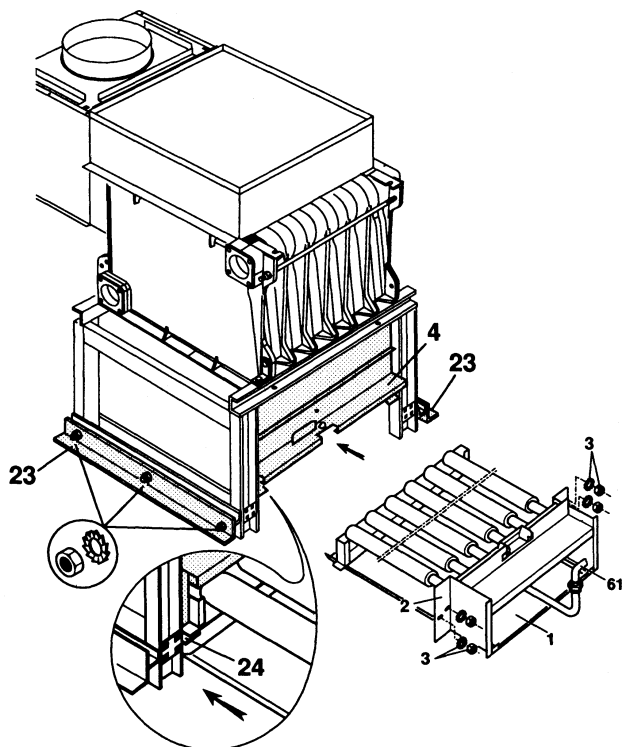
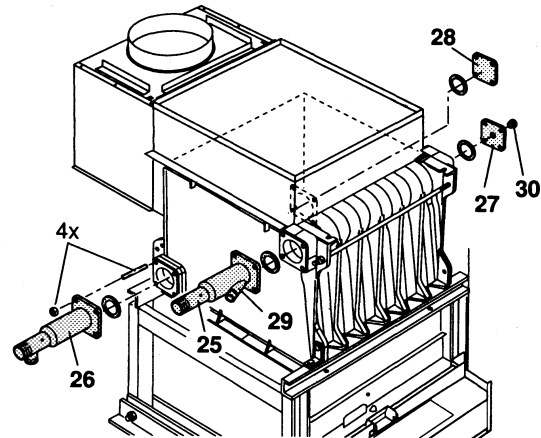
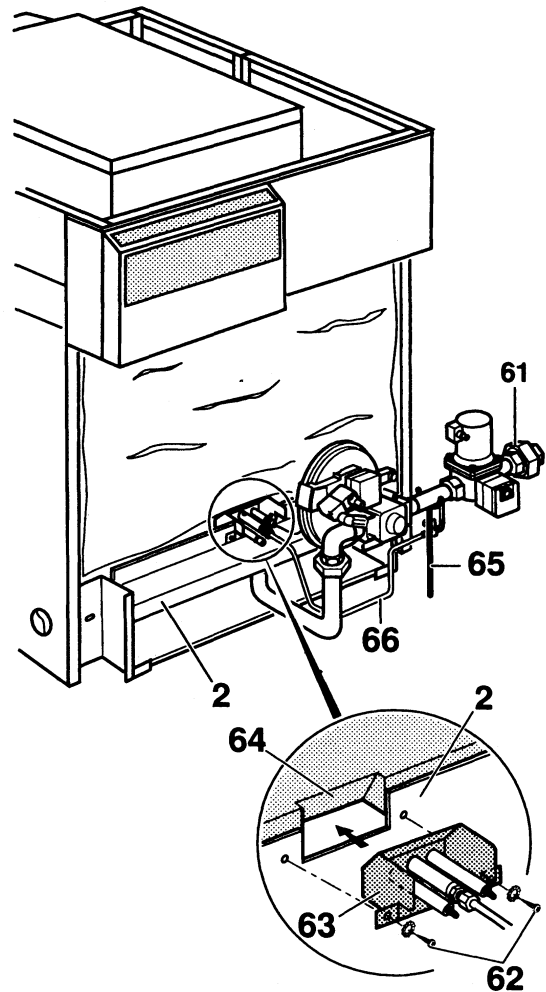

Рис. 17
Рис. 18
Рис. 30
Рекомендация: Рекомендуется незамедлительно или перед повторной сборкой по рис. 17 отключить газовую арматуру (61) с пусковой горелкой от узла горелки (2) (см. рис. 30). Этим облегчается последующий монтаж котла (рис. 18).
- Установить два нижних боковых держателя (23) и прикрепить тремя гайками (M5, SW 8) с зубчатыми шайбами.
- Узел горелки (2) направить по направляющим (24) в узел топки (4), прикрепить их четырьмя гайками (M6, SW 10) с зубчатыми шайбами (3).
- Под узел горелки (2) до упора вставить жест для защиты пола топки.
- Рекомендация:** газовую арматуру (61) следует монтировать согласно рис. 30.